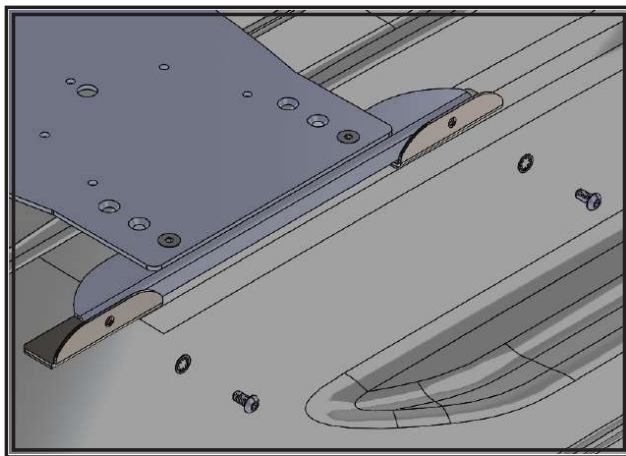

Abbildung 5
4. Entfernen Sie die vier 6,4 mm (1/4"-20) Halbrundschrauben und die Sternscheiben von der Montagehalterung und legen Sie sie beiseite. Entfernen Sie die Plattenkonstruktion (mit den noch angebrachten Halterungen) vom Fahrzeugdach und legen Sie sie beiseite. Siehe Abbildung 5.